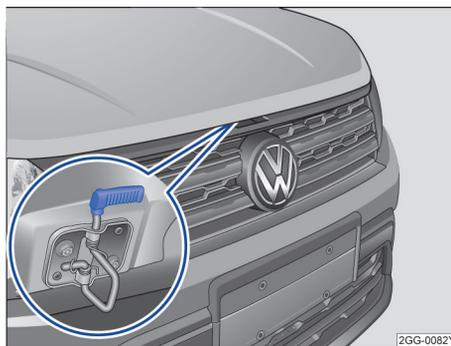

图 207 散热器格栅上方用于打开发动机舱盖的分离杆
- 沿箭头上提开启拉手，抬起发动机舱盖并将其打开 → 图 207 → ▲。